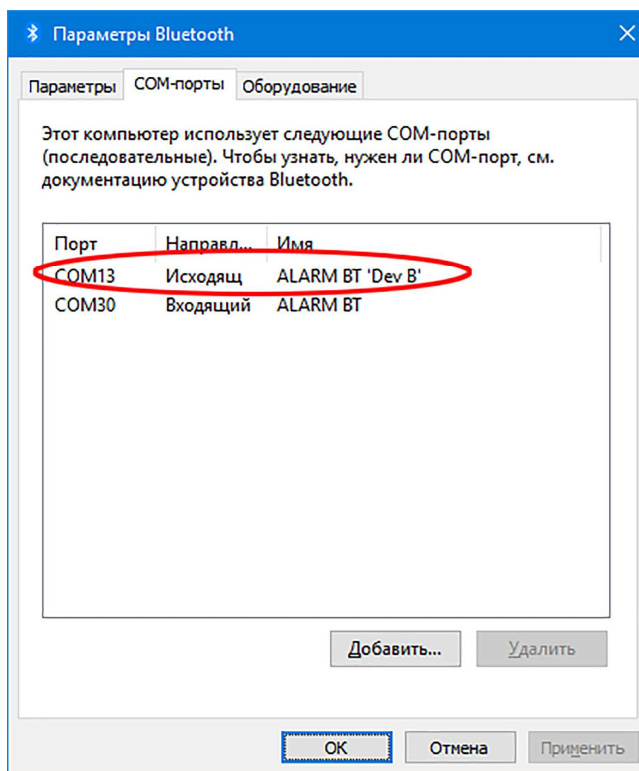

Рисунок 6
6) В появившемся окне «Параметры Bluetooth» рисунок 6 выбрать закладку COM порты. На экране отображены 2 порта с именами «ALARM BT “Dev B”» и «ALARM BT». Программирование осуществляется всегда по порту с именем «ALARM BT “Dev B”».